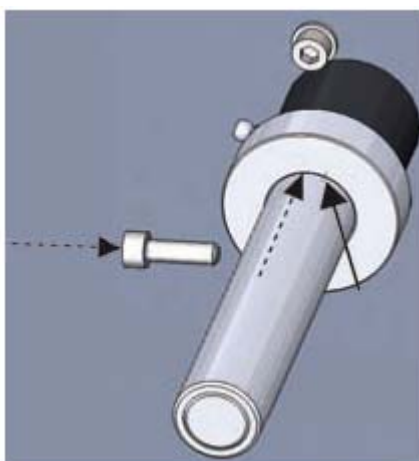

Figura 96. Montaggio anello di fissaggio
2. Posizionare l'anello di fissaggio e spingerlo contro la parte anteriore della boccola (figura 96).
3. Verificare la posizione della boccola. Boccola ed albero sono segnati per definire la posizione (figura 96).